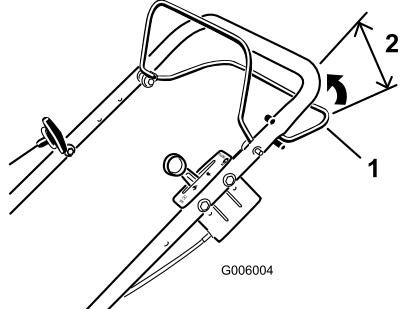
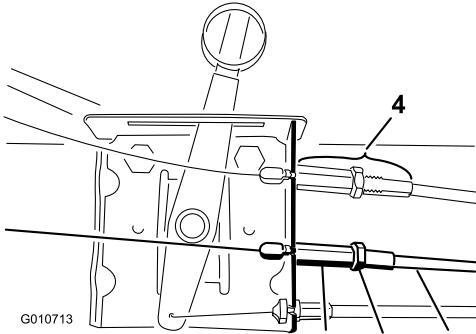

Figura 43
Figura 44
Se il tosaerba non si muove automaticamente o se avanza a fatica quando la barra della trazione automatica è distante più di 57 mm dalla stegola (Figura 43), regolate la trazione automatica.
1. Allentate il controdado (Figura 44)
2. Spingete la guaina del cavo nel dado saldato per aumentare la distanza tra la barra e la stegola (estraete la guaina del cavo dal dado saldato per aumentare la distanza) (Figura 44), fino a ottenere la distanza corretta (Figura 43).